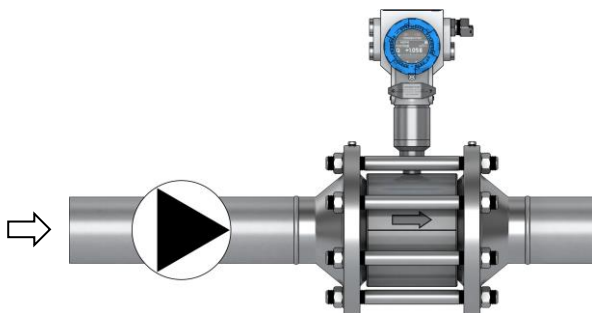

Рисунок 3.4 - Монтаж расходомера (насос в трубопроводе)
3.1.4.5 Насос в трубопроводе должен быть расположен до расходомера по ходу течения жидкости. Прямолинейный участок трубопровода между насосом и расходомером должен быть не менее 20 DN (рисунок 3.4).